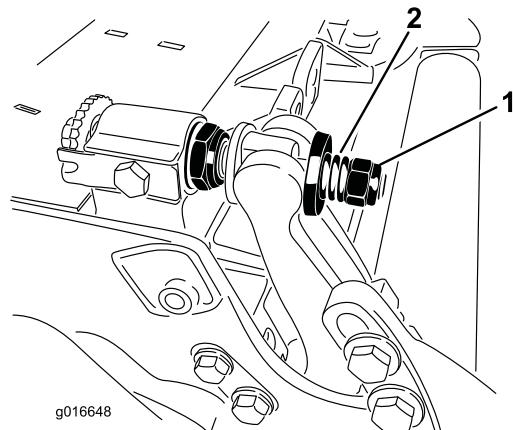

図 33
- スプリングがつぶれるまでテンションナットを締め、そこから半回転戻す図33。